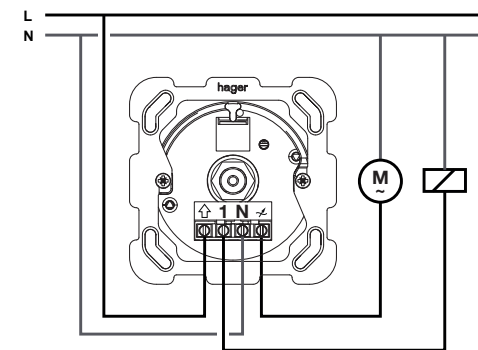

Bild 2: Anschlussplan
- Drehzahlsteller (1) gemäß Anschlussplan anschließen (Bild 2).